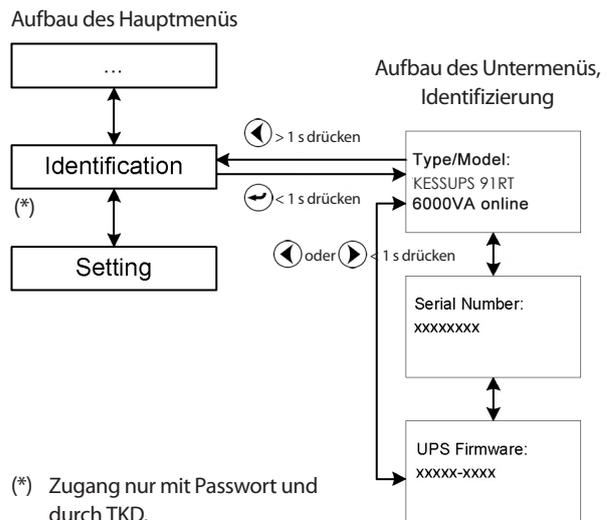

Abb. 39. Anzeigen, Untermenü Identifizierung.
- Wenn aus dem Untermenü "Identification" die Taste < 1 Sekunde gedrückt wird, erscheint der Aufbau der Identifizierung (siehe Abb. 39).